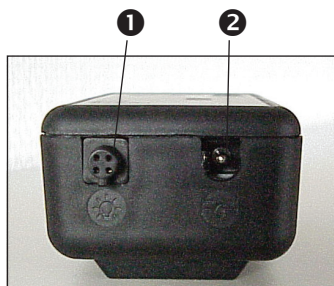

Fig. 6.
- Conecte el pack de carga a la batería LED (2, Fig. 6).